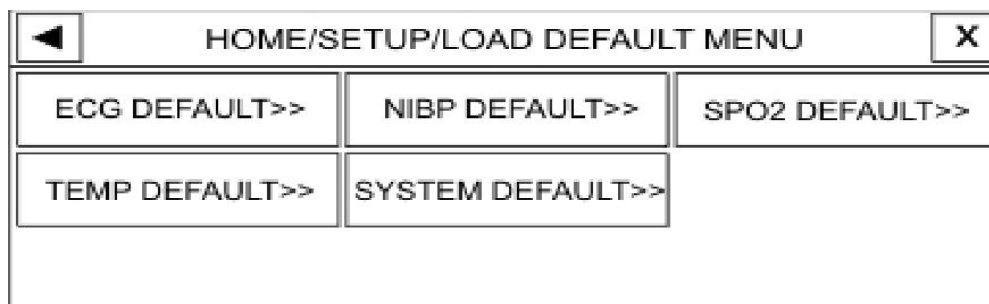

Рисунок 9 – Настройки/меню по умолчанию
– LOAD DEFAULT (ПО УМОЛЧАНИЮ) – загрузка установочного параметра, заданного производителем по умолчанию (см. рисунок 9).